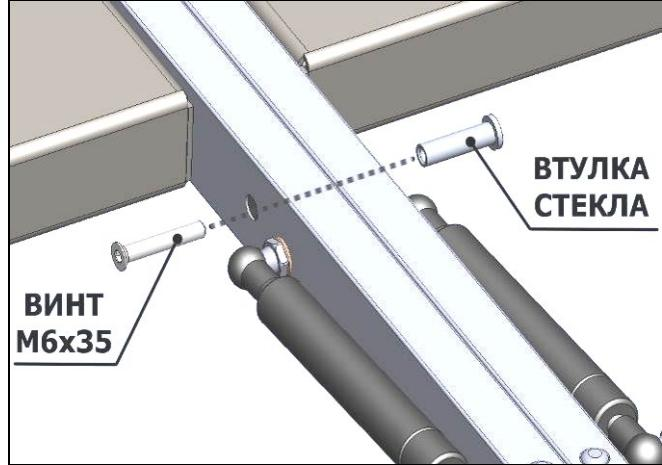
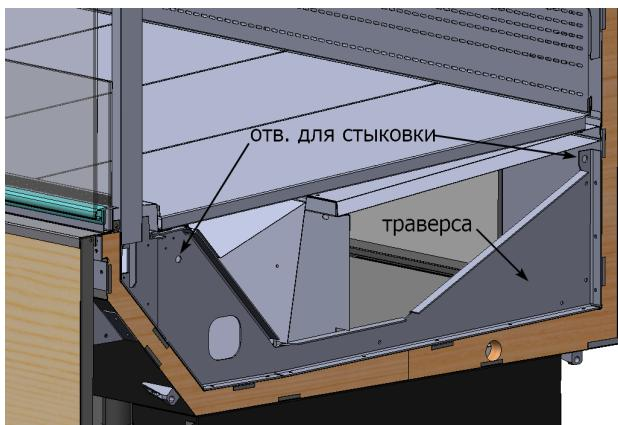

рис. 2
рис. 3
2. Установить плафоны светильников, прикрутив их к боковым стойкам на винты M6x10. К центральной стойке плафоны светильника монтируются с помощью муфт крепления плафона, винтов M6x10 и M6x16, рис. 2 и рис. 3.
- через отверстие в кронштейнах суперструктуре при помощи втулки и винта M6x25 в потай (рис.2)
- через отверстия в траверсах с помощью шпилек M6 и гаек с прессшайбой (рис. 3)